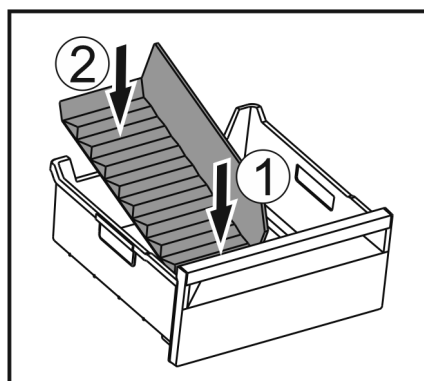

Fig. 139
- ▶ Sett inn den fremre delen av isrom-deleren. Fig. 139 (1)
- ▶ Senk den bakre delen av isrom-deleren til bunnen av skuffen. Fig. 139 (2)